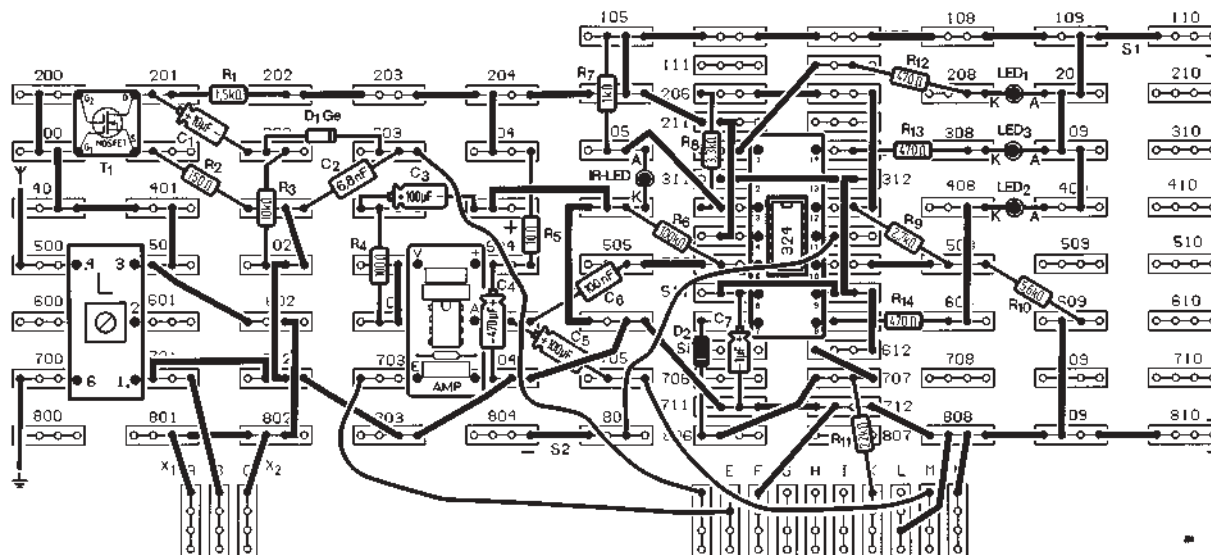

Figuur 398. Analoge en digitale indicatie van de uitsturing: een A-D omzetter met operationele versterker.
**286** Met de schakeling zoals aangegeven in figuur 398 hebben we de beschikking over een gecombineerde analoge (instrument) en digitale (A-D omzetter met LED1 t/m LED3) indicatie van de uitsturing. De diverse elementen kunnen we nu zelf al verklaren. Daarom stellen we een zender in, draaien aan P1 en kunnen zien hoe tenslotte, afhankelijk van de mate waarin de geluidssterkte groter wordt, alle drie de licht-emitterende diodes aanspreken.